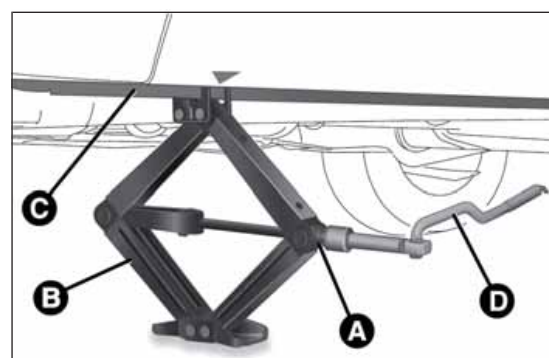

Abb. 36
- Die Vorrichtung A so einführen, dass der Wagenheber flach liegt, bis der obere Teil B Abb. 36 korrekt unter dem Längsträger C positioniert werden kann (bei der Markierung ∇ am Längsträger);
- Die Handkurbel Abb. 36 des Wagenhebers in die Vorrichtung A einführen und das Fahrzeug hochkurbeln, bis das Rad einige Zentimeter über dem Boden schwebt;